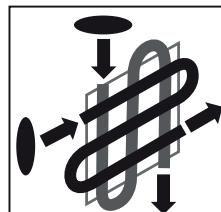

Рис. 5
2. Ведение изделия вдоль окрашиваемой поверхности осуществляйте непрерывной зигзагообразной линией в направлении, соответствующем установленному факелу: горизонтально - при вертикальном факеле; вертикально – при горизонтальном (Рис. 5);